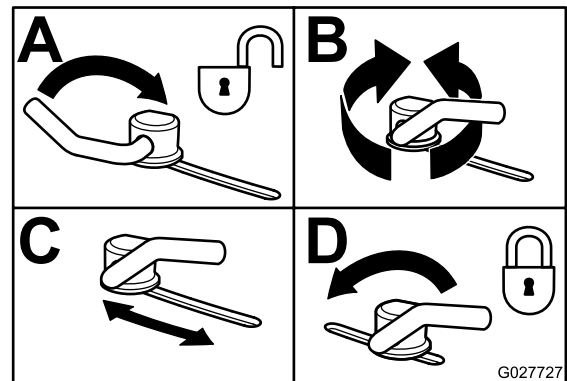

Figura 30
- Per regolare i blocchi delle camme alzate la leva e allentate i blocchi (Figura 30).
- Spostate la leva sopra per serrare il deflettore e i blocchi delle camme (Figura 30).